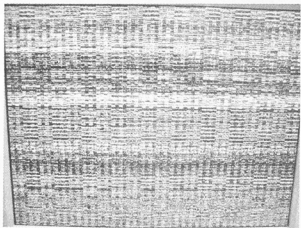

图 5-78 “大花”
(1) 先给上机测试故障重现一下，如图 5-78 所示。这么花，基本看不到了，只能先换电容了。